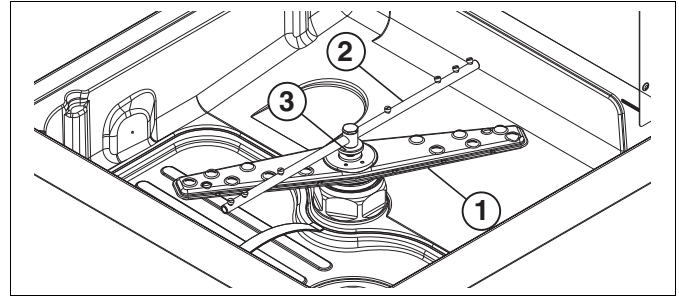

Figure 24 Bras de lavage et de rinçage
- Retirer les bras supérieurs et inférieurs de lavage "1" et de rinçage "2", en dévissant la bague "3" (Figure 24).